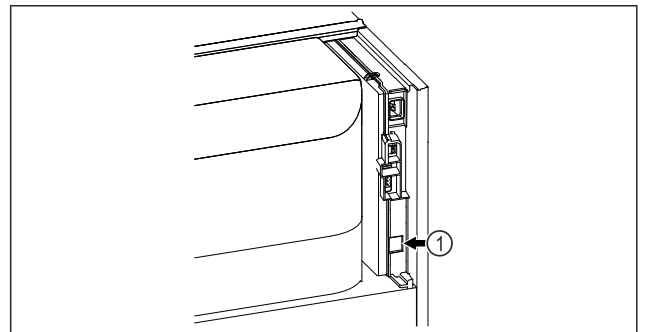

Fig. 125
- A SmartModule Fig. 125 (1) be van helyezve.